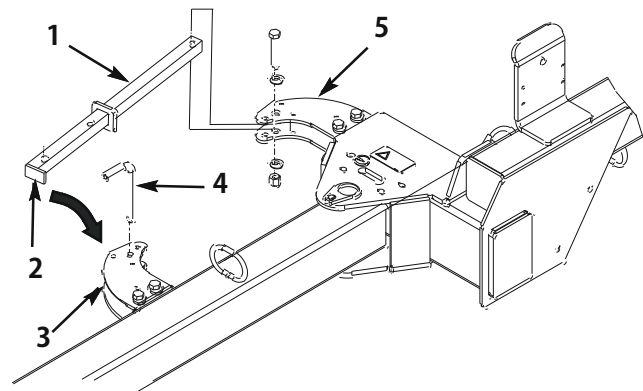

図4
2. アクチュエータ・アームのタブ (溶接付け) の端を前アクチュエータ・タブのピン (溶接付け) の間に差し込む (図4)。
3. アクチュエータ・アームを前アクチュエータ・タブにヒッチ・ピンで固定する (図4)。
4. アクチュエータ・アームの後端部を後アクチュエータ・タブに差し入れて取り付け穴を整列させる (図4)。
5. キャップスクリュー (1/2-13 x 2-3/4"; 1本)、平ワッシャ (0.531 x .063; 2枚)、ロックナット (1/2-13; 1個) を使って、アクチュエータ・アームをアクチュエータ・タブに固定する。各部が図4 のようになる。